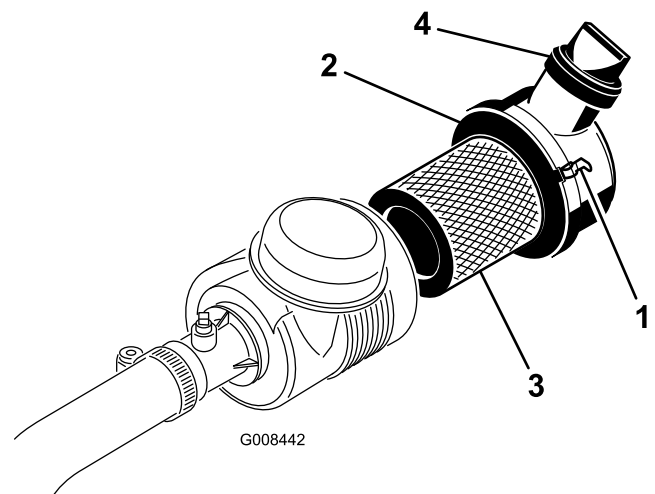

Bild 31
1. Lösen Sie die Laschen, mit denen die Abdeckung am Luftfiltergehäuse befestigt ist (Bild 31).
7. Stellen Sie sicher, dass die Riegel die Abdeckung am Gehäuse befestigen (Bild 31).